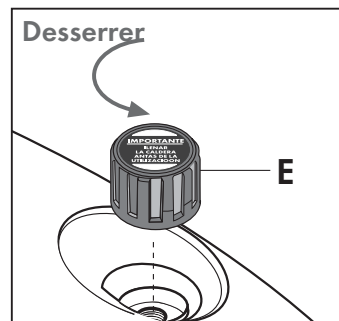

Fig. 28
a) Retirer le bouchon de remplissage (E) (Fig. 28)